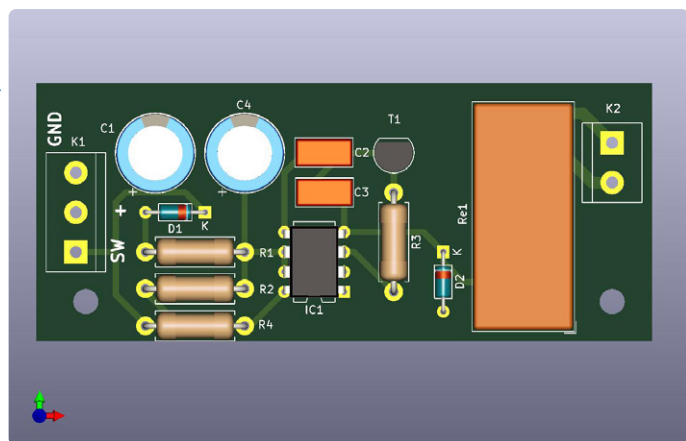

Figure 2: Vue 3D du circuit imprimé.
**Débranchez le câble d'alimentation avant d'ouvrir le boîtier du distributeur !** Le circuit imprimé (**figure 2**) est une conception rapide que j'ai faite avec les bibliothèques standard de KiCad, rien d'extraordinaire. La conception et les fichiers Gerber peuvent être téléchargés à